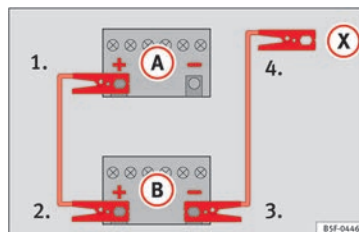

Fig. 78 Schéma de branchement pour les véhicules non équipés du système Start-Stop.
cule dont la batterie est déchargée (A) » » » fig. 78.
3. Raccordez l'autre extrémité du câble de démarrage rouge à la borne positive (+) du véhicule fournissant le courant (B).
4. Sur les véhicules sans système Start-Stop : raccordez une extrémité du câble d'urgence noir à la borne négative (-) du véhicule fournissant le courant (B) » » » fig. 78.